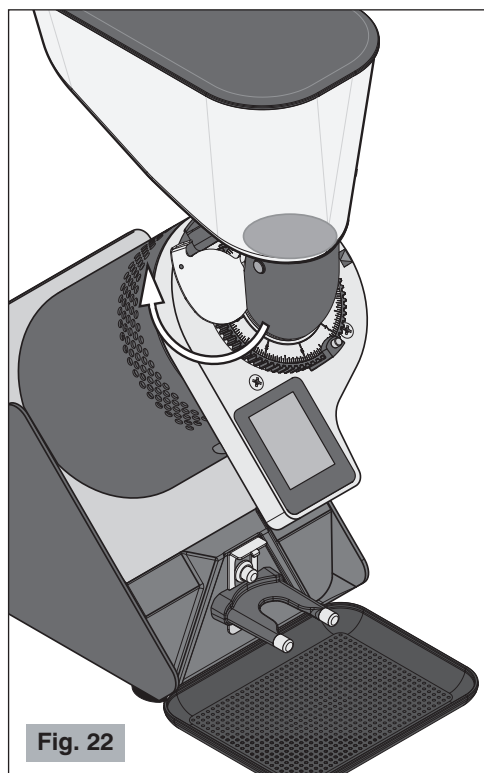

Fig. 22
**!** **Controlar que el obturador de la tolva esté completamente abierto hasta el final de la carrera (véase Fig. 22).**